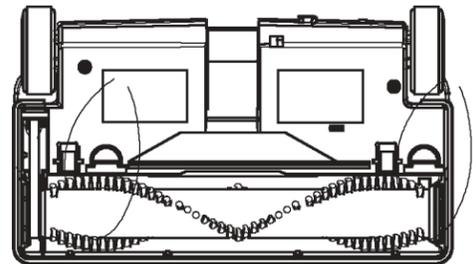

Figure 8
2. Insérez une corde autour du rouleau-brosse près de la courroie dentée. Tirez vers le haut sur les deux extrémités de la corde de façon à ce que le rouleau-brosse se dégage de la base (comme montré à la Figure 8). Dégagez l'autre extrémité du rouleau-brosse de la même manière.